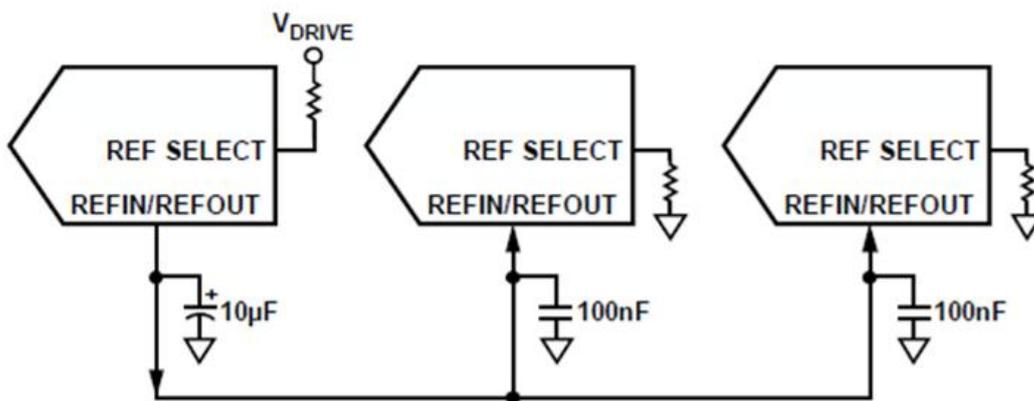

图 23. 内部参考驱动多个 CD76AD06 的 REFIN 引脚
**内部参考模式** 一个配置为内部参考模式的 CD76AD06 设备，可以用于驱动其余配置为外部参考模式的 CD76AD06 设备（见图 23）。配置为内部参考模式的 CD76AD06 的 REFIN/REFOUT 引脚，应使用 10 $\mu$ F